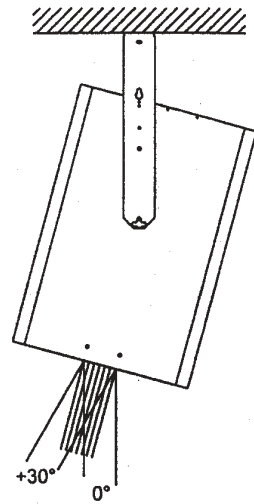

fig 2
- Häng upp aggregaten ett efter ett. Justera ev. apparaten så att den vinklas ut mot porten. (Fig.2).
4. Heng opp ett aggregat om gangen. Juster eventuelt apparatet slik at det vinkles ut mot porten. (Fig 2.)